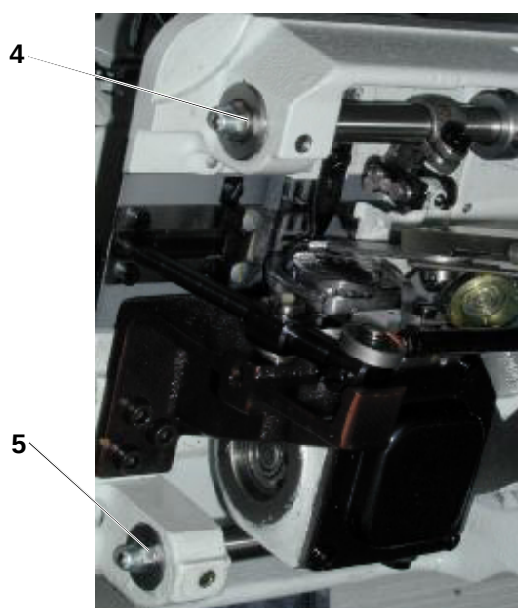

Fig. 11
7.2 Graissage (Fig. 11, 12, 13)